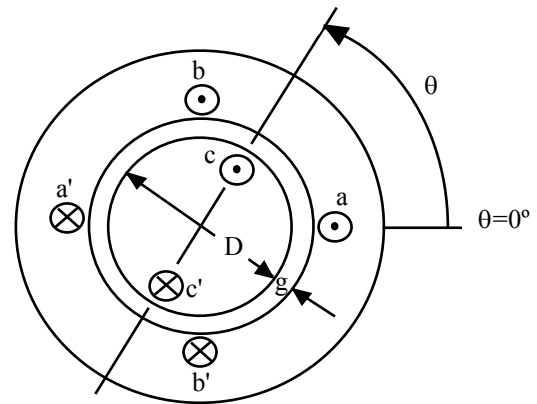

Figura 5.4
5.9.- Para la máquina de la Figura 5.4, determine las inductancias propias y mutuas de los bobinados, en función de los datos indicados. Suponga que los dos enrollados del estator son idénticos con N_1 espiras cada uno, que el enrollado del rotor tiene N_2 vueltas; que la permeabilidad del material del núcleo es mucho mayor que la del entrehierro ($\mu_{Fe} \gg \mu_0$) y que $g \ll D$.